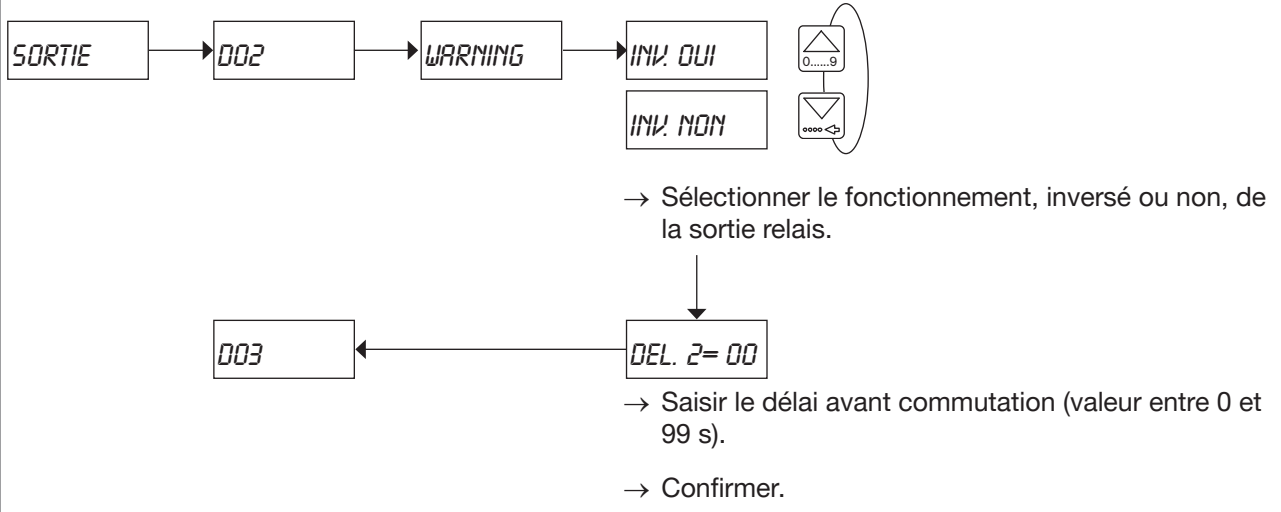

Fig. 38 : Configuration de la sortie relais DO2 ou DO3 pour indiquer la génération d'un message d'avertissement
- pour commuter une charge lorsqu'un message d'avertissement est émis par l'appareil. Voir Fig. 38.